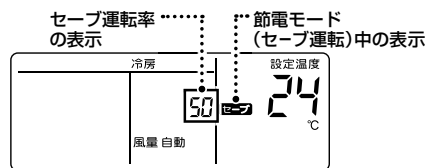

図3: 節電モード（セーブ運転）中の画面
- セーブ運転率の設定後は、節電モード（セーブ運転）中画面が表示されます。（図3）